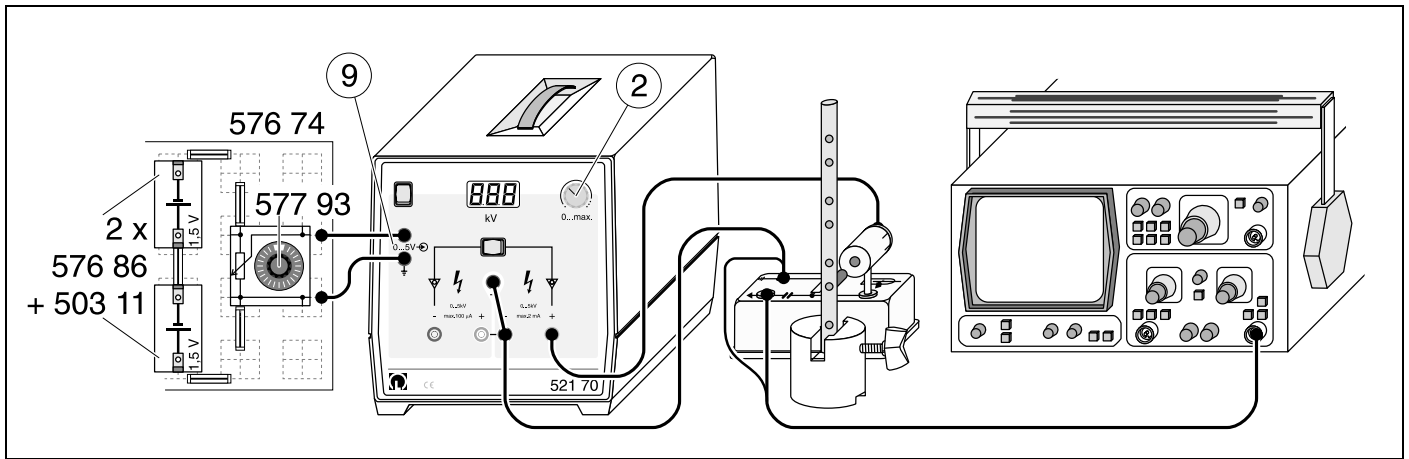

Fig. 4
- qui exigent un réglage précis de la haute tension (voir fig. 4) ou
- que requieren un ajuste fino de la alta tensión (véase la Fig. 4) o